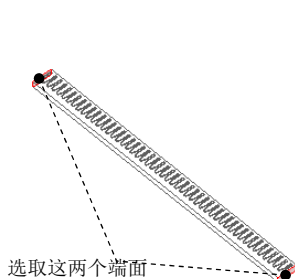

图 8.10.13 选取端面
- (6) 在“环形折弯”操控板中的“折弯类型”下拉列表中选择 **360 度折弯**；然后分别单击其后的 **单击此处添加项** 字符，分别选取图 8.10.13 所示的两个端面。
- (7) 在操控板中单击 **参考** 选项卡，选中 ☒ **实体几何** 复选框，单击 按钮。